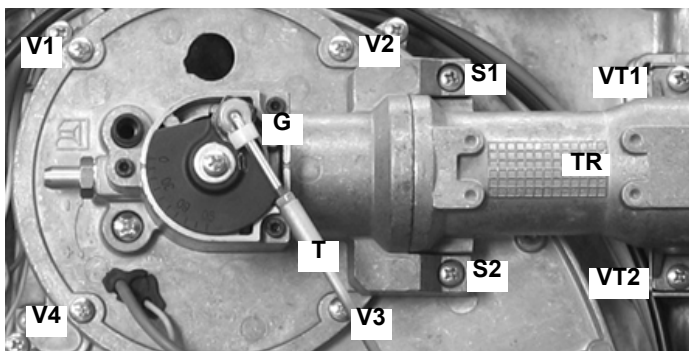
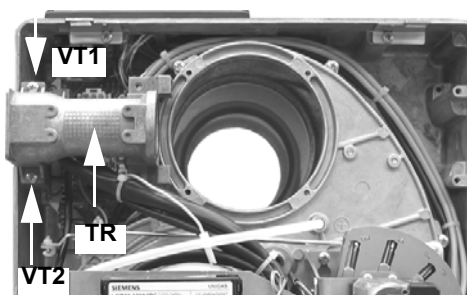
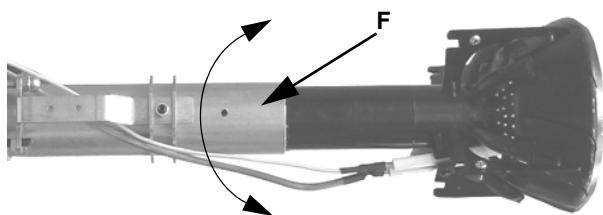
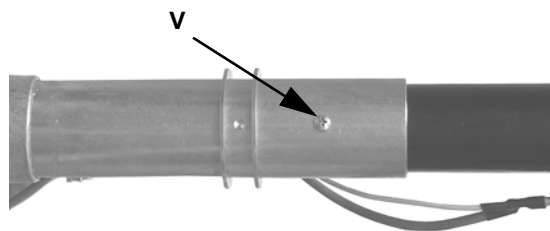

Fig. 16
Fig. 18
Fig. 19
Fig. 20
- 5 Apartar la brida junto la cabeza de combustión (Fig. 19 Fig. 18).
6 Apartar el tubo de conexión **TR** y situarlo en la nueva posición fijando los tornillos **VT1** **VT2** (Fig. 16 Fig. 18).
7 Aflojar el tornillo **V** que fija la cabeza de combustión al tubo cabeza, girar la cabeza 180° como se indica en la Fig. 19), hasta encontrar el orificio **F**, y fijar nuevamente el tornillo **V** (Fig. 19 Fig. 20 Fig. 20).